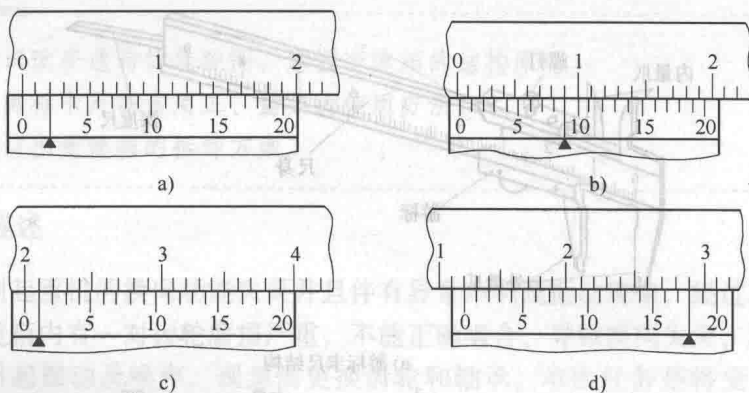

图 1-4 分度值为 0.05mm 的游标卡尺读数示例
1) 分度值为 0.05mm 的游标卡尺读数示例。如图 1-4 所示,有黑色三角形符号的游标刻度线为对齐的刻度线。